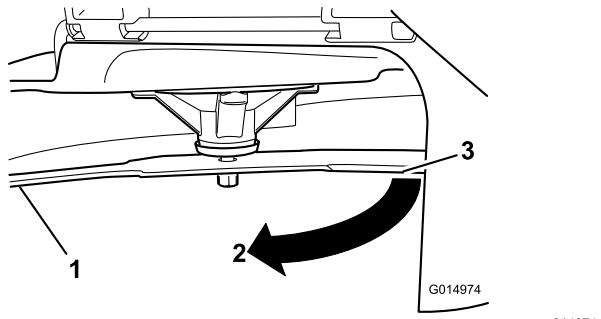

Figura 49
- Distancia medida entre la cuchilla y la superficie (A)
- Gire la misma cuchilla 180 grados de manera que el otro filo de corte esté en la misma posición (Figura 49).